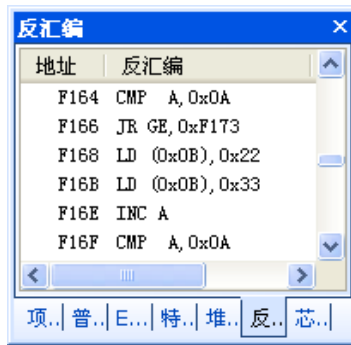

图 4.6 反汇编窗口
6. 反汇编窗口- 反汇编窗口显示的是从机器码反过来生成汇编码，本窗口提供直接修改汇编指令或者机器指令的功能，请见图 4.6。